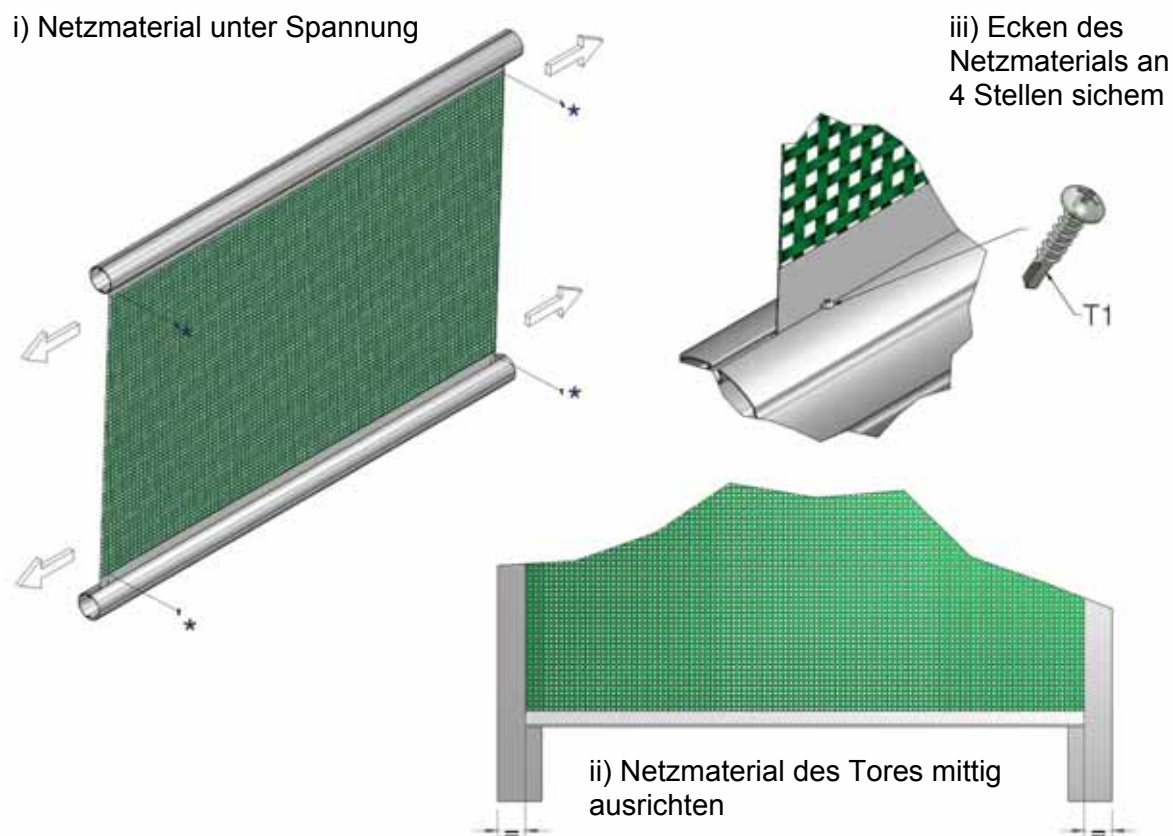

Abb. 11 – Anbringung der J-förmigen Haltewinkel am Gebäude
11. Tür ganz herunterlassen, Netzmaterial mittig ausrichten und mit gelieferten 19mm Schneidschrauben (T1) an jeder Seite sichern. Es ist wichtig, die Netzsegmente vor dem Befestigen seitlich zu spannen, um Faltenbildung zu verhindern, siehe Abb. 11.